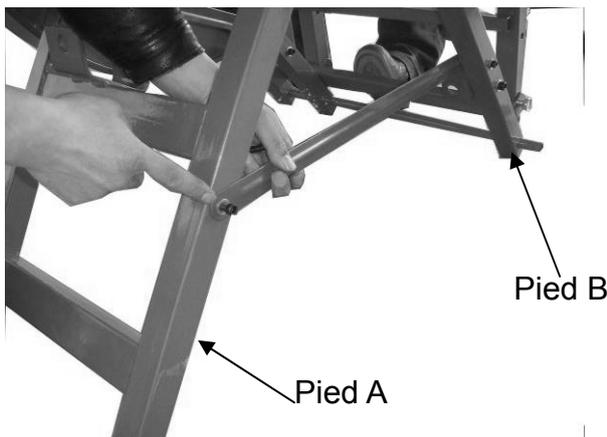

Fig. 1
1) Assembler la plaque attenante en schématisé Figs. 1 et 2.